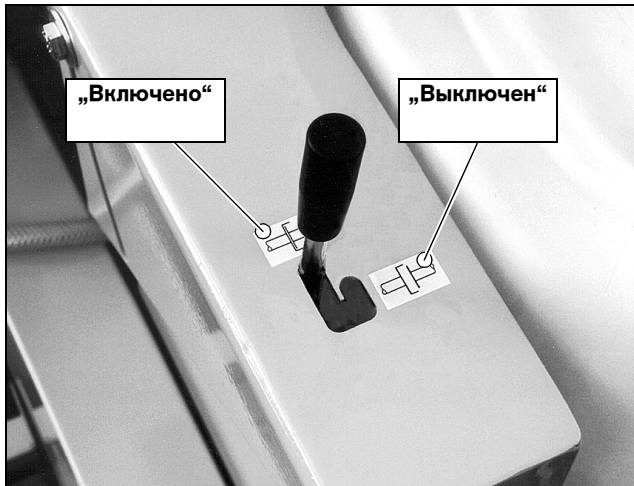

Рис. 5.4 Рычаг сцепления в положение “включено”
8. Приведите рычаг сцепления в положение „Eingekuppelt“ (включено) (Рис. 5.4).